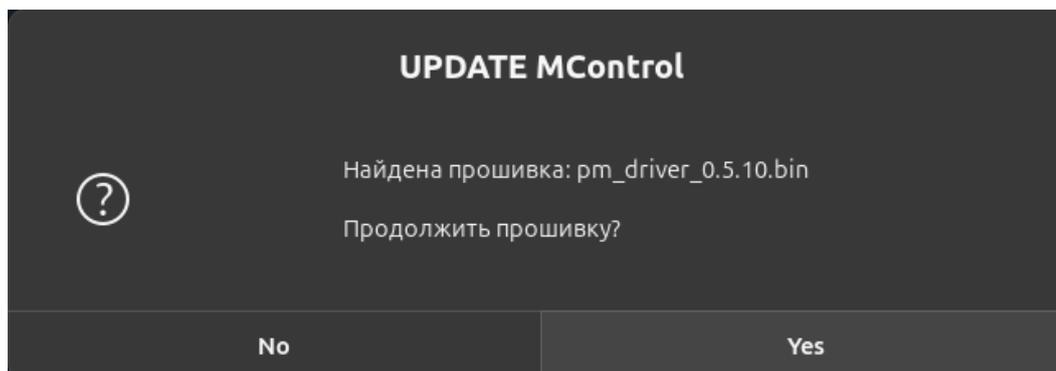

Рисунок II-33 – Уведомление прошивки
- 2) Выберите одно или несколько устройств и нажмите «ОК». Отобразится уведомление «Найдена прошивка: ... Продолжить прошивку?» (см. Рисунок II-33).